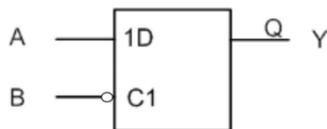

Abbildung 11
d) Das logische Symbol der Gesamtschaltung ist in Abbildung 11 zu sehen.